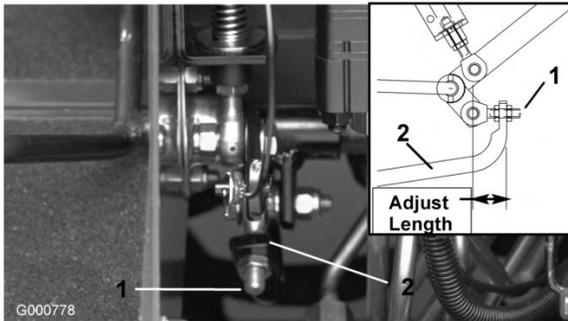

Figura 70
4. Regolate i controdadi dal lato asta della pompa per muovere in avanti il tubo di controllo della pompa ed eliminare lo spostamento in avanti, o per muoverlo indietro ed eliminare lo spostamento indietro (Figura 70).